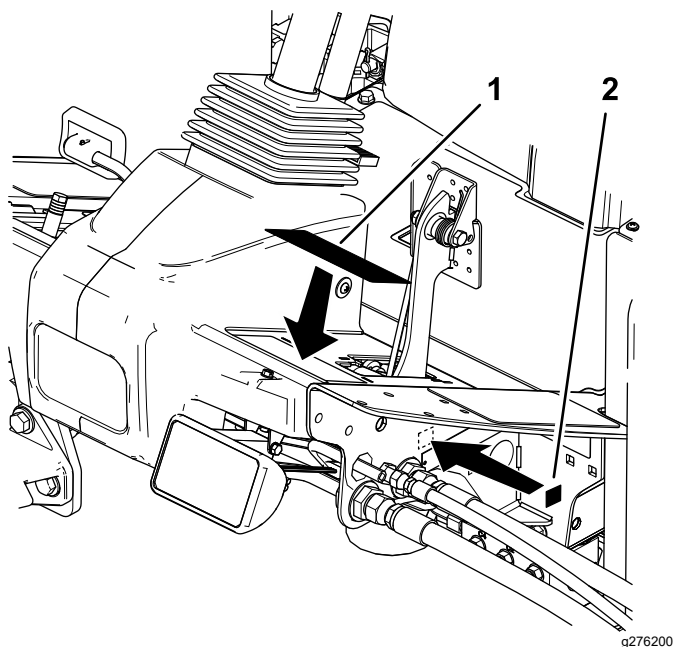

Figura 3
- Pentru mainile care necesită conformitate CE, atași autocolantul de avertizare, inclusiv pe accesoriu peste autocolantul existent (Figura 3).
- Atași autocolantul CE lângă plăcuța cu numărul de serie de pe maină (Figura 3).